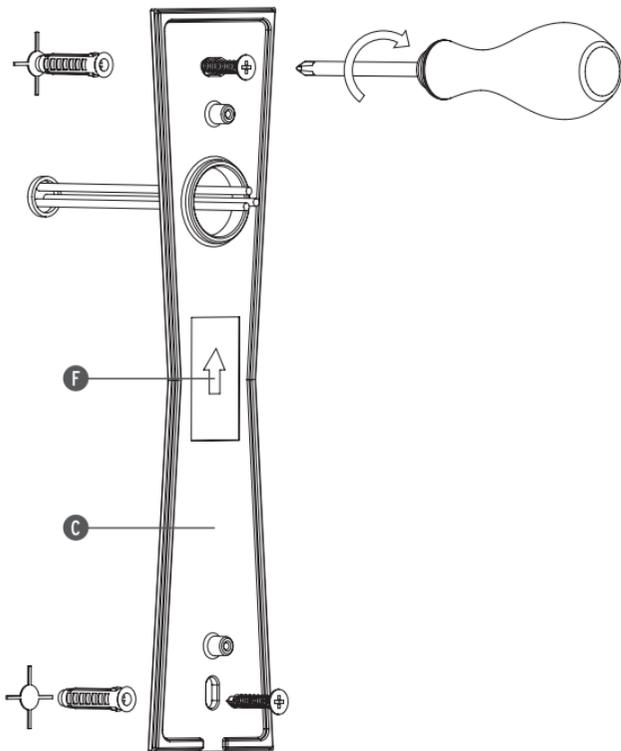

Fig. 3
<IT> Fig.3 Fissare l'attacco a parete (C) con viti e tasselli ad espansione avendo cura di rispettare il corretto orientamento indicato dalla freccia (F) e facendo passare i cavi di alimentazione attraverso l'apposito foro. **NOTA BENE:** Scegliere tasselli ad espansione idonei alla superficie di montaggio.
<GB> Fig.3 Fix the wall attachment (C) with screws and rawl plugs taking care to put it the correct way up as indicated by the arrow (F) and passing the power cables through the correct hole. **NOTE:** Choose screw anchors that are suitable for the surface which shall be assembled upon.
<DE> Abb.3 Befestigen Sie den Wandanschluss (C) mit Schrauben und Spreizdübeln, achten Sie dabei auf die richtige Ausrichtung laut Pfeil (F) und ziehen Sie die Stromkabeln durch die entsprechende Öffnung. **HINWEIS:** für die für die Montage vorgesehene Fläche passende Spreizdübel auswählen.
<FR> Fig.3 Fixer l'attache murale (C) avec les vis et les chevilles à expansion en respectant le sens de la flèche (F) et en faisant passer les câbles d'alimentation à travers le trou prévu à cet effet. **NOTE:** choisir les chevilles à expansion appropriées à la surface destinée au montage.
<ES> Fig.3 Fijar el soporte (C) a la pared con los tornillos y los tacos de expansión respetando la orientación correcta de la flecha (F) y prestando especial atención al pasar los cables de alimentación a través del agujero correspondiente. **NOTA:** Elegir los tacos de expansión idóneos para la superficie destinada al montaje.
<PT> Fig.3 Fixar o suporte à parede (C) com os parafusos e as buchas de expansão, tendo o cuidado de respeitar a orientação correcta indicada pela seta (F) e passar os cabos de alimentação através do respectivo orifício. **OBSERVAR BEM:** Escolher as buchas de expansão correctas de acordo com a superfície destinada à montagem.
<RUS> Рис.3 Закрепить несущую панель (C) с помощью шурупов и дюбель-пробок, соблюдая правильное направление, указанное стрелкой (F) и пропуская провода питания через специальное отверстие. **ПРИМЕЧАНИЕ:** Выбирать расширительные вставки, соответствующие поверхности, предназначенной для монтажа.
<CN> 图3. 使用膨胀螺丝和螺栓, 参照箭头 (F) 的方向, 小心地将墙壁固定器 (C) 进行固定, 并将电源线穿过相应的孔位。注意: 需要使用适合的膨胀螺栓进行表面固定。